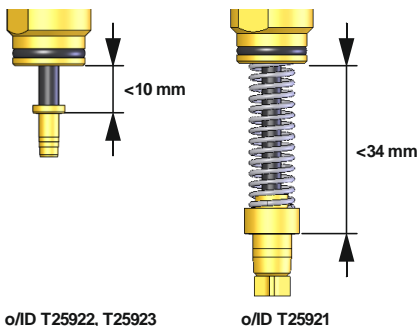

Abb. 1: Einstellmass Kühlventile
- Ventile nie mit voll ausgefahrenem Ventilkolben einbauen (→ Abb. 1).
8. Kühlwasserspeisung anschliessen (C).